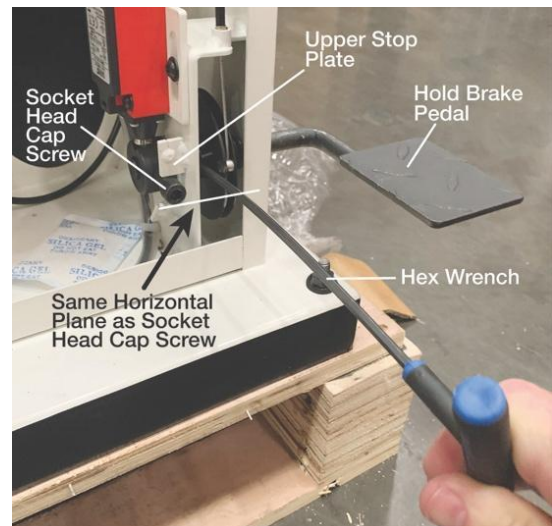

Рис. 38
4. Вставьте шестигранный ключ диаметром 4 мм в установочный винт на диске тормозного механизма. Удерживайте педаль тормоза так, чтобы винт с торцевой головкой соприкасался с верхней стопорной пластиной. Поверните шестигранный ключ /тормозной диск вниз до тех пор, пока шестигранный ключ не окажется в одной горизонтальной плоскости с винтом с торцевой головкой (см. рис.38). Плотно затяните установочный винт на диске тормозного механизма.